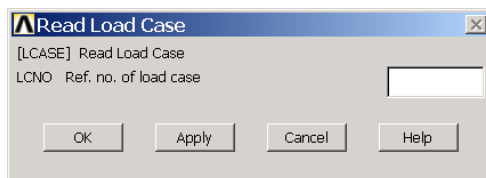

图6.50 读取荷载工况
(1) 单击 Main Menu>General Postproc>Load Case>Read Load Case 菜单，弹出如图 6.50 所示的【Read Load Case】对话框。